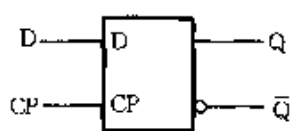

图 2-360
② D 型触发器又称为延迟触发器,具有数据输入端 D、时钟输入端 CP、输出端 Q 和 \bar{Q} 。D 型触发器输出状态的改变依赖于时钟脉冲的触发,即在时钟脉冲的触发下,数据由输入端 D 传输到输出端 Q。D 型触发器常用于数据锁存、控制电路中,其电路符号如图 2-360 所示,真值表如表 2-25 所示。